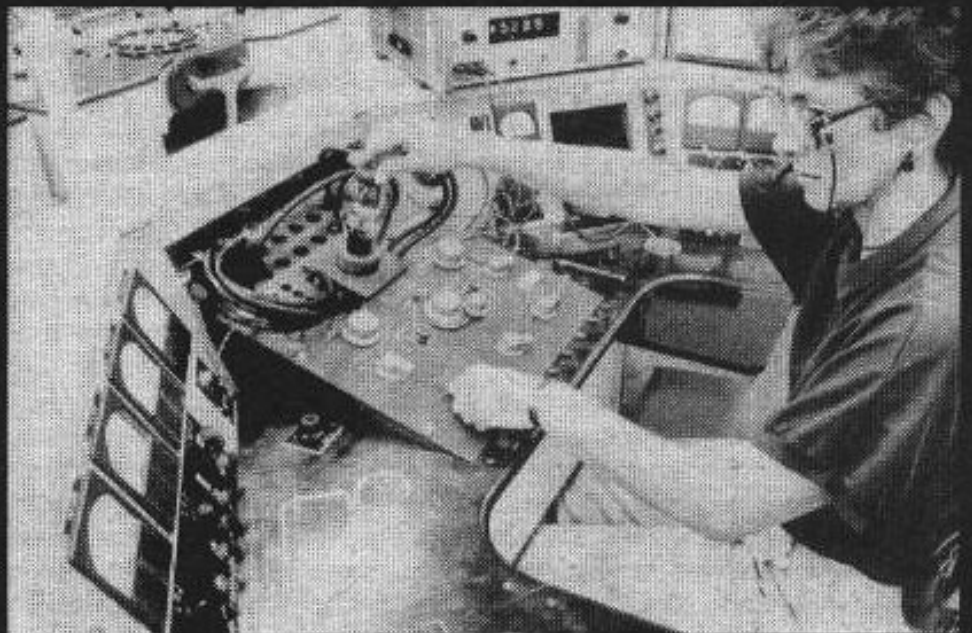

Fig. 13 : Test individuel des tubes.
Chaque 300 B est ensuite testé individuellement sur un banc de mesure (fig. 13) afin de vérifier si les caractéristiques sont conformes aux spécifications (41). Seuls les modèles conformes sont sérigraphiés du logo Western Electric et emballés (fig. 14).